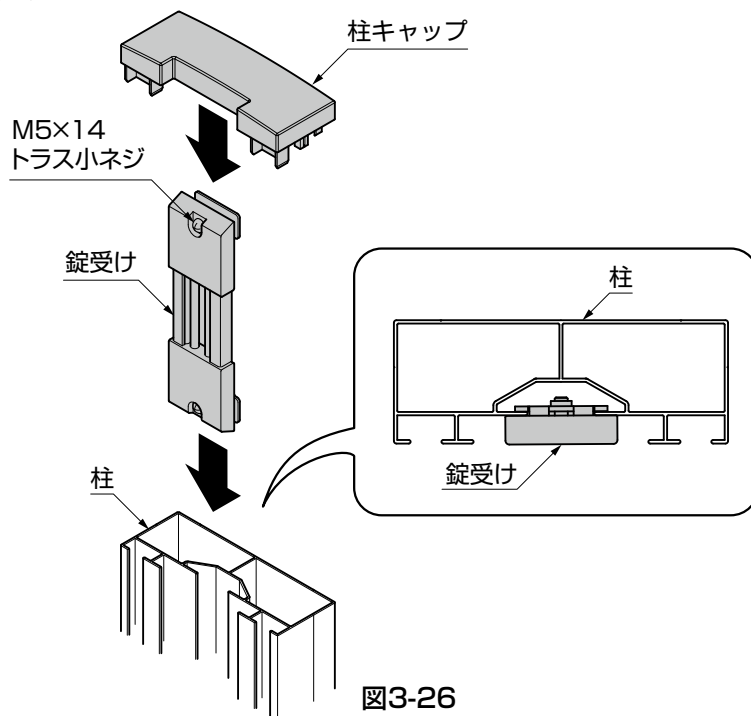
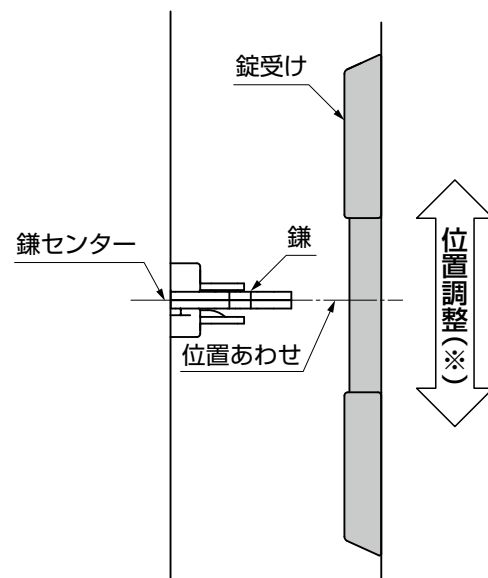

図3-26
図3-27
- ①錠受けとネジ待ちを組付けてあるM5×14トラス小ネジをゆるめて、柱のスリット部分に上部から差し込んでください。（図3-26参照）
- ②本体錠錠の錠のセンターに位置を合わせながら（図3-27参照）、錠受けのネジをしっかりと固定してください。（図3-26参照）
- ③柱キャップを挿入してください。（図3-26参照）